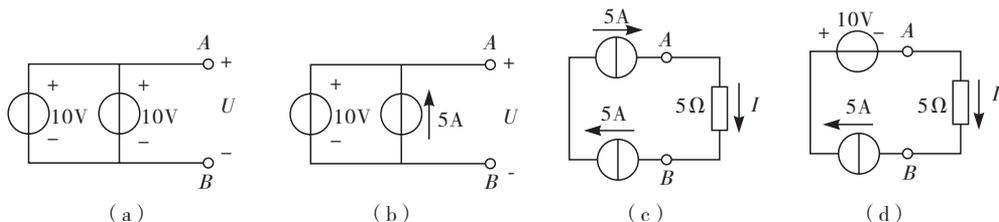

图 1-54 简答题 1 电路图
1. 图 1-54 所示各电路中的电压  $U$  或电流  $I$  是多少?